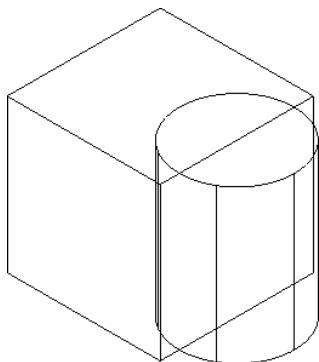

图 7-32 布尔运算-结合实例
- 01 在“文件”工具栏中单击“打开文件”按钮 ，打开如图 7-32 所示的图形。